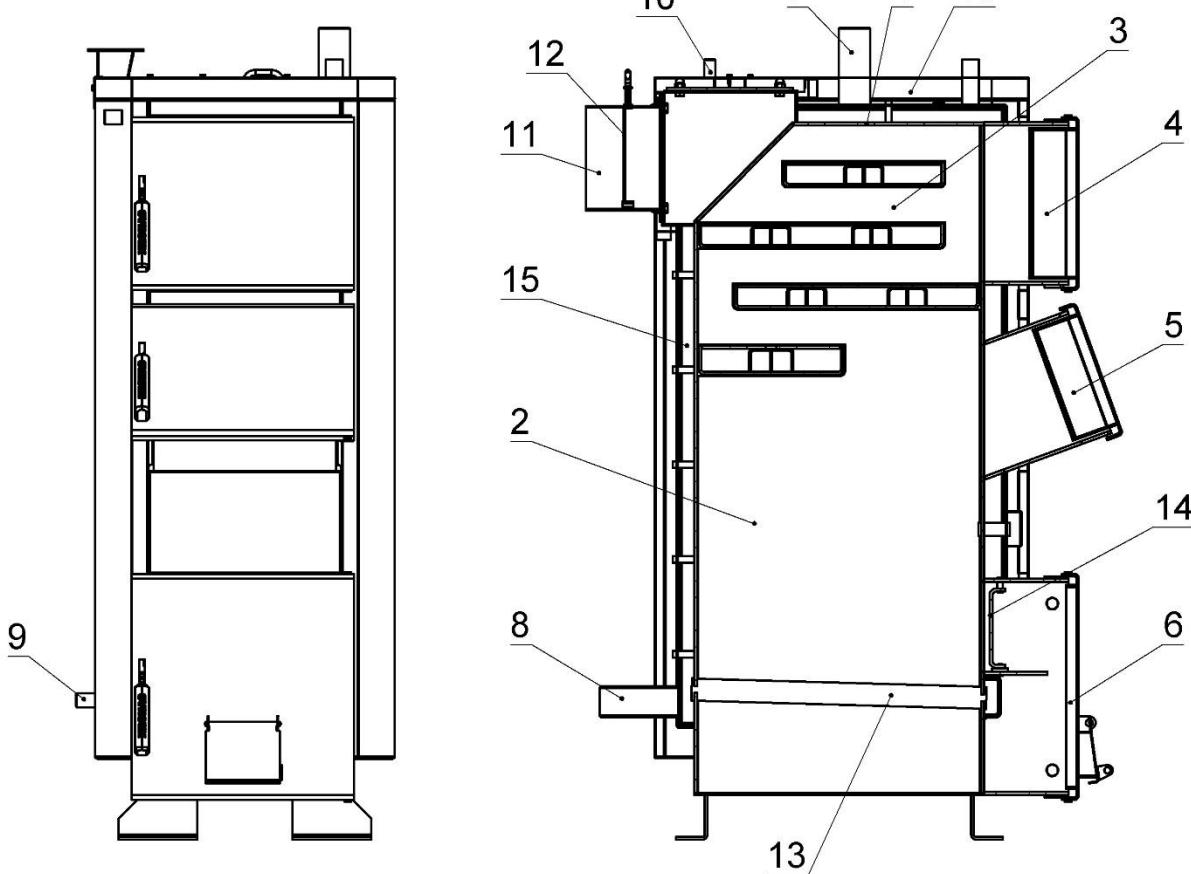

Рисунок 5.1 – Внешний вид и основные элементы котлов типа КТК
Конструктивно котел представляет собой сборносварную конструкцию, состоящую из корпуса (поз. 1, рис. 5.1) с камерой сгорания (топкой) (поз. 2, рис. 5.1). Над топкой расположена конвекционная часть котла (поз. 3, рис. 5.1), что представляет собой высокоэффективный трёхходовой теплообменник.
Корпус котла выполнено в форме параллелепипеда с двойными стенками, которые разделены водными перегородками (поз. 15, рис. 5.1). На наружной поверхности корпуса под декоративной обшивкой закреплена тепловая изоляция (поз. 16, рис. 5.1). Топливо для процесса сжигания загружается на колосниковую решётку (поз. 13, рис. 5.1) через загрузочную дверцу (поз. 5, рис. 5.1). Колосниковая решётка выполнена из толстостенных бесшовных труб в которых постоянно циркулирует вода из водяной оболочки котла, что исключает возможность их прогорания. Сгорание топлива в топке происходит с участием воздуха, которое поступает под колосниковую решётку нагнетающим вентилятором. Количество воздуха, необходимого для процесса сгорания, регулируется автоматически блоком автоматики управления.
Подведение и отвод теплоносителя осуществляется соответственно через патрубки обратной сетевой воды (поз. 8, рис. 5.1) и прямой сетевой воды (поз. 7, рис. 5.1).
Топочные газы выходят в дымоход через боров (поз. 11, рис. 5.1), расположенный в задней части котла. Боров оборудован дроссельным клапаном продуктов сгорания - шибером (поз. 12, рис. 5.1). В случае слишком высокой тяги в дымоходе шибер позволяет снизить её путём частичного перекрытия выходного отверстия борова.
В верхней части корпуса котла расположен штуцер для установления группы безопасности котла (поз. 10, рис. 5.1).
На боковой стенке корпуса в нижней её части размещён штуцер для слива воды из котла (поз. 9, рис. 5.1).
- дверца для периодического обслуживания (чистки) конвекционной части котла (поз. 4, рис. 5.1);
- ревизионная дверца (поз. 6, рис. 5.1) для периодической чистки колосниковой решётки;
Датчик температуры в комплекте контроллера необходимо закрепить на неизолированные участке патрубка прямой сетевой воды (поз. 8, рис. 5.1), используя шплинтовое крепление (бандаж). После предварительной затяжки бандажа (бандаж можно обернуть вокруг трубы дважды, или отрезать избыток ножницами для металла), вложить датчик температуры между бандажом и трубой. Осторожно зажать бандаж так, чтобы датчик температуры не перемещался под бандажом. Очень сильное затягивание может повредить измерительные элементы. Обмотать датчик термоизоляционным материалом.
Заполнение котла и всей системы отопления водой должно происходить через штуцер слива воды из котла (поз. 10, рис. 5.1). Заполнение необходимо делать медленно, чтобы обеспечить устранение воздуха из системы.